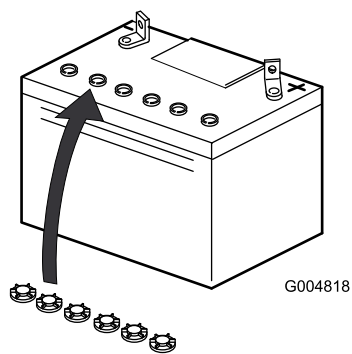

Figura 5
6. Montate i tappi di riempimento della batteria (Figura 5).